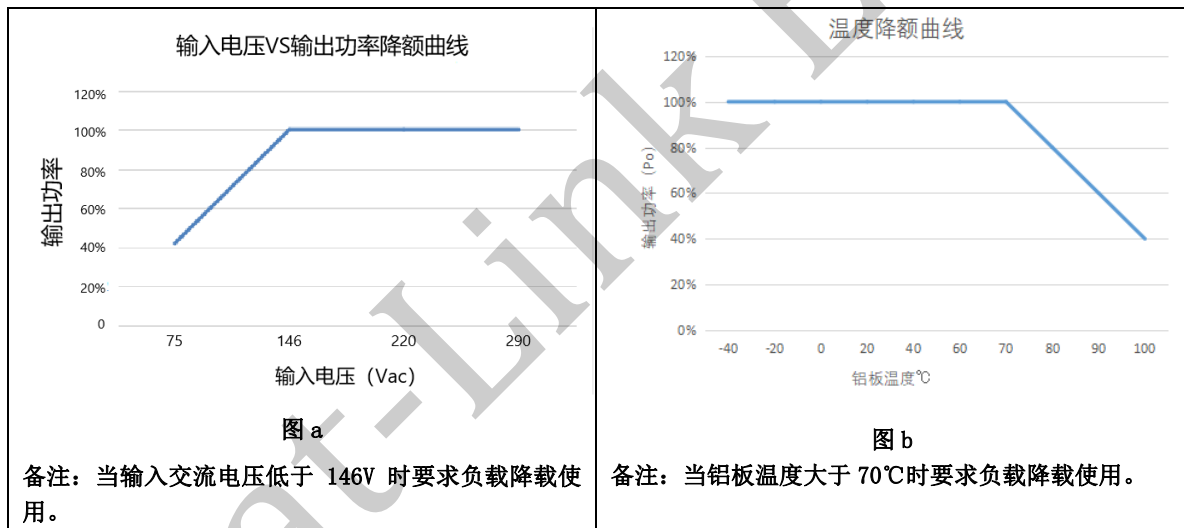

图 1 功率特性曲线图
- 6、模块铝板温度超过 70℃ 时，用户应按图 1 功率降额曲线配置负载，避免模块进入限功率状态。